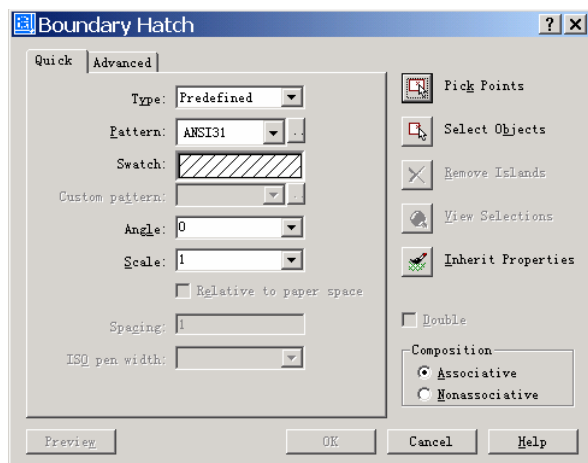

图 12.22 Boundary Hatch（边界图案填充）对话框
(1) 将图层“图案填充”置为当前层，用 BHATCH 命令进行图案填充，输入 BHATCH 命令后，出现如图 12.22 所示的 Boundary Hatch（边界图案填充）对话框。